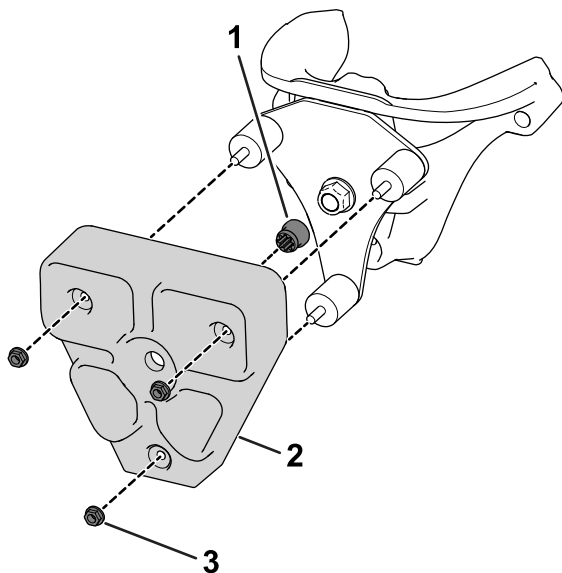

图 6
- 10. 将套环插入 TMD 配重块图 6。
11. 使用 3 个橡胶防振垫和 3 个螺母 5/16 英寸将 TMD 配重块固定到安装板上图 6。